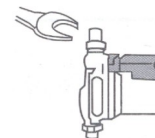

Fig. 3
- Es necesario que la bomba sea ajustada a la tubería mediante una llave fija adecuada ejerciendo presión, para evitar que se afloje. (Fig3)